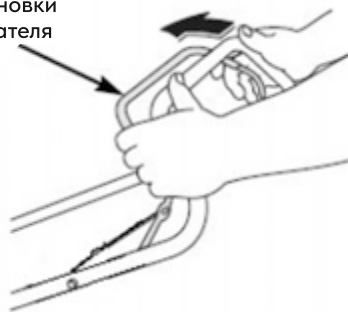

Рис. 27
- Отпустите рычаг остановки двигателя (рис. 27).